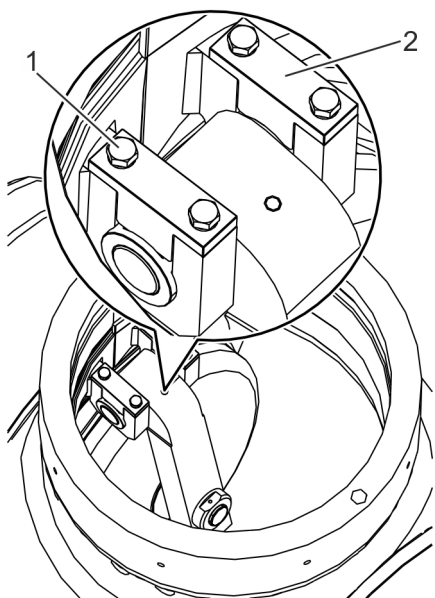

Fig. 26: Vissage des supports
6. ➤ Fixer les supports (Fig. 26/2) avec des rondelles et des vis (Fig. 26/1) dans les pièces de maintien.